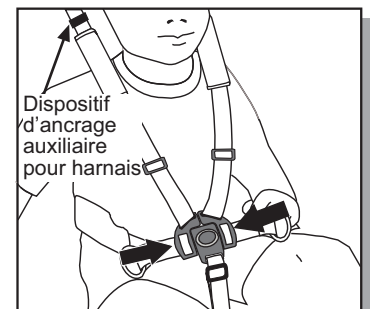

Fig. 17 Attacher la boucle de sangle d'entrejambe
- c. Attacher les sangles des épaules. Faire passer les deux boucles de sangles d'épaule dans la boucle de la sangle d'entrejambe (Fig.17).
NOTE: Pour les passagers les plus lourds et (ou) les plus grands (près des limites ci-dessus), des dispositifs d'ancrage auxiliaires pour harnais peuvent être utilisés. Il suffit de déplier le dispositif d'ancrage velcro (Fig. 17), de glisser les boucles du dispositif de verrouillage au-dessus des dispositifs d'ancrage et de recoller le velcro afin de tenir les boucles du dispositif de verrouillage en place.